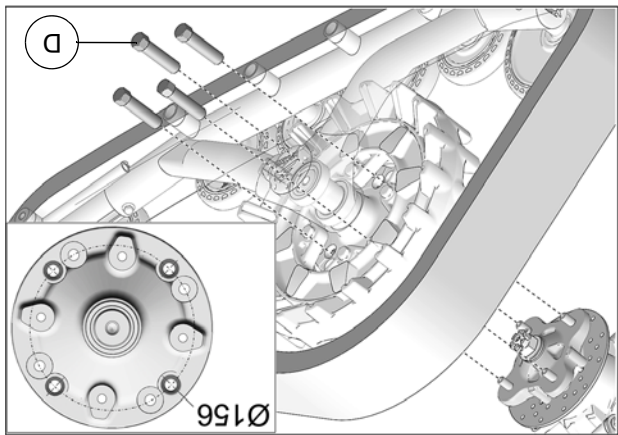

Fig. 6
6. Fixer le système de traction au moyeu de roue arrière. Utiliser le cercle de perçage de Ø156mm et les écrous de roue (D) fournis. Voir Fig. 6